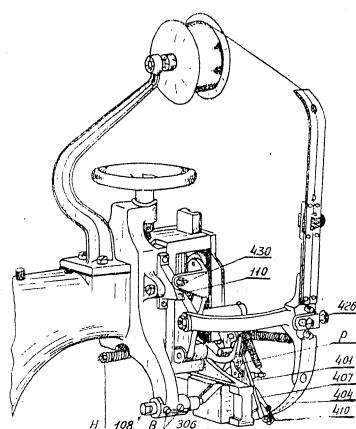

Рис. 2.
Поступающая с катушки в машину проволока выравнивается между двумя вилками и ушком, перемещаемым винтом 426. При недостаточном выравнивании, ушко следует больше сместить с линии вилок. Перед выравнивающим устройством под проволоку (на дет. 420) следует подкладывать кусочек фетра или войлока, пропитанного маслом. Проволока в швейный аппарат подается рычагом 401, при движении его вправо. При этом проволока зажимается между пружиной 404 и рифленым валиком хомутика 407 (рис. 1). Рабочий ход рычага осуществляется эксцентриком, возврат рычага 401 пружиной. В верхней части рычага 401 помещен винт 430 (рис. 2), регулирующий величину подачи проволоки. Этим винтом в случае нарушения в настройке машины пользуются при необходимости:
3. Укоротить левую ножку (отрезать короче проволоку) — при этом следует приблизить корпус 501 отрезного механизма к проволокодержателю 346. Для этого отвинчивают два установочных винта «В» эксцентричного пальца 108 (рис. 2) и поворачивают на требуемую величину палец, затем закрепляют его винтами «В».